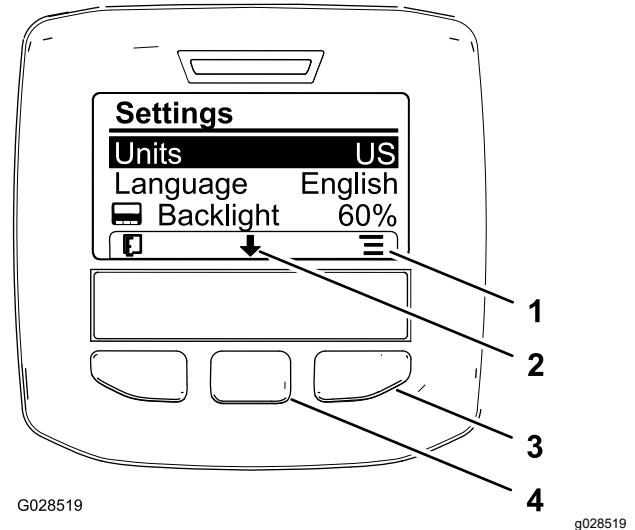

Bild 62
3. Drücken Sie die mittlere Auswahltaste (die Taste unter dem nach unten zeigenden Symbol auf dem Display), um die für das Display verwendete Sprache zu ändern, und die ausgewählte Option auf „Sprache“ zu verschieben (Bild 62).
4. Wenn Sie die rechte Auswahltaste (die Taste unter dem Listensymbol auf dem Display) drücken, wird die aufgeführte Sprache, die für das Display verwendet wird, markiert (Bild 62).
6. Drücken Sie die linke Auswahltaste, um den Homebildschirm anzuzeigen (Bild 62).
2. Drücken Sie zum Ändern der Maßeinheit die rechte Auswahltaste, um die aufgeführte Maßeinheit zu ändern (Bild 62).